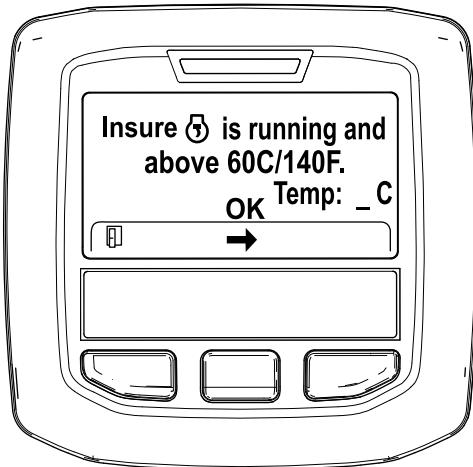

Figure 36
5. Si la température du liquide de refroidissement est inférieure à 60 °C (140 °F) le message « Insure is running and above 60C/140F » (vérifier que \*\*\* fonctionne et est supérieure à 60 °C/140 °F) s'affiche (Figure 36).